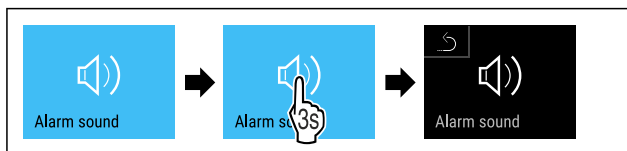

Fig. 93
- Proved'te akční kroky (viz Fig. 93).